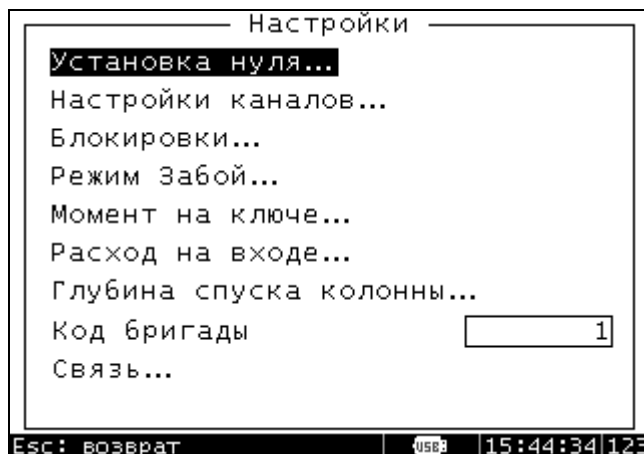

Рис. 10. Меню "Настройки...".
2.4.3.5.2 Меню "Настройки..." (рис. 10). Для доступа ко всем пунктам главного меню требуется ввести пин-код уровня Pin2 (уровень специалиста службы КиП). Во время эксплуатации в бригаде достаточно уровня доступа Pin1 (уровень бурового мастера).